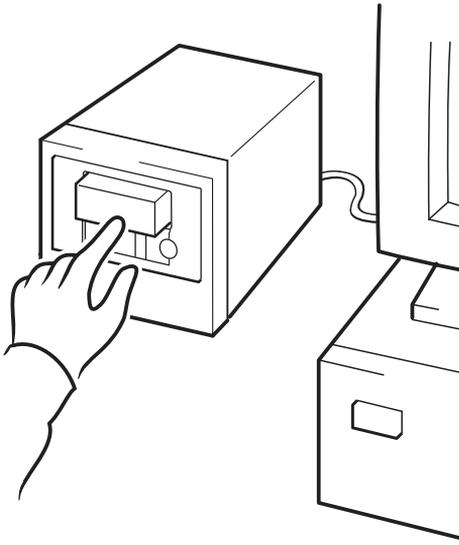

Figure 14a : hp obdr, étape 1
- 1 Insérez la cartouche amorçable la plus récente dans le logement 1 du panier et placez-la dans le chargeur automatique (voir figure 14a). La cartouche doit être enregistrée par une application de sauvegarde enregistrant les données sur bande au format CD-ROM.